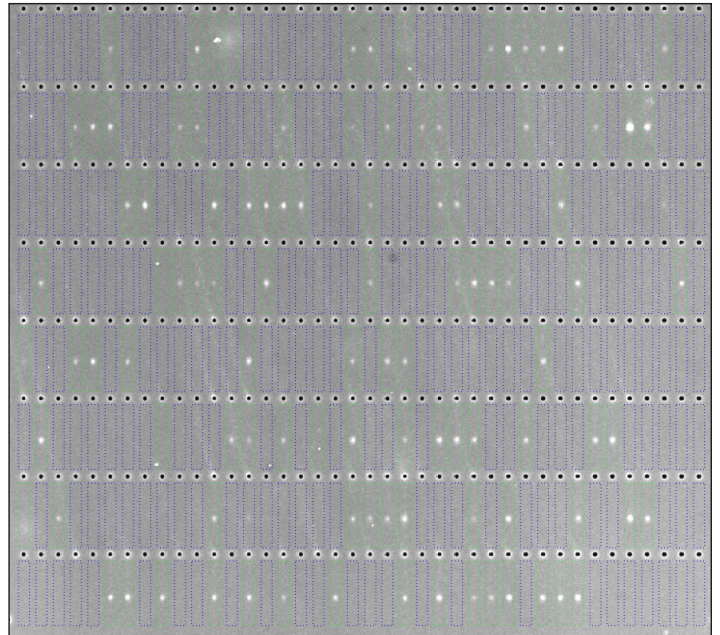

图 3. β -Actin 抗体 (Cell Signaling Technology, 货号 3700) 使用信号增强剂后 (右), 信号比默认条件 (左) 明显增强。左图 Scout 软件图像对比度 12 - 10742, 右图对比度 133 - 10863。
- 某些抗体在 Milo 上有信号，但是信号弱或弥散，这让 Scout 软件数据分析很困难。发生这种情况时，信号增强剂可以增强抗体信号，示例是来自 Cell Signaling Technology 公司的另一个 β -Actin 抗体（货号 3700）（图 3）。需要指出的是，并不是所有抗体都一定符合这个规律。